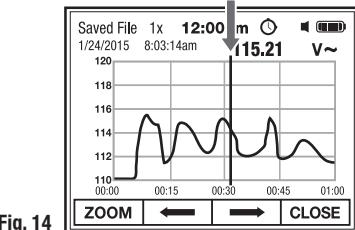

Fig. 14
4. Presione momentáneamente los botones F2 ⇄ o F3 ⇄ para mover el cursor al siguiente punto de medición o mantenga pulsado el botón de función de movimiento hasta alcanzar el punto deseado a lo largo del gráfico. La línea de tiempo que se muestra en la parte inferior de la gráfica indica el tiempo en que cada medición se registró en relación con el inicio de la grabación (Fig. 14).
5. Para mayor resolución, pulse momentáneamente el botón de función F1 ZOOM (Fig. 14) para expandir el gráfico como se muestra a continuación (el gráfico se expandirá hasta 64 veces dependiendo del número de puntos de medición):
6. Pulse el botón de función F4 CLOSE para salir de Archivos Guardados (Fig. 14).
4. Momentarily press the F2 \leftarrow or F3 \rightarrow soft key to move the cursor to the next measurement point or press and hold the soft key until reaching the desired point along the graph. The time line shown on the bottom of the graph indicates the time each measurement was recorded relative to the start of the recording (Fig. 14).
5. For greater resolution, momentarily press the F1 ZOOM soft key (Fig. 14) to expand the graph as shown below (the graph will expand up to 64 times depending on the number of measurement points):
6. Press the F4 CLOSE soft key to exit Saved File (Fig. 14).